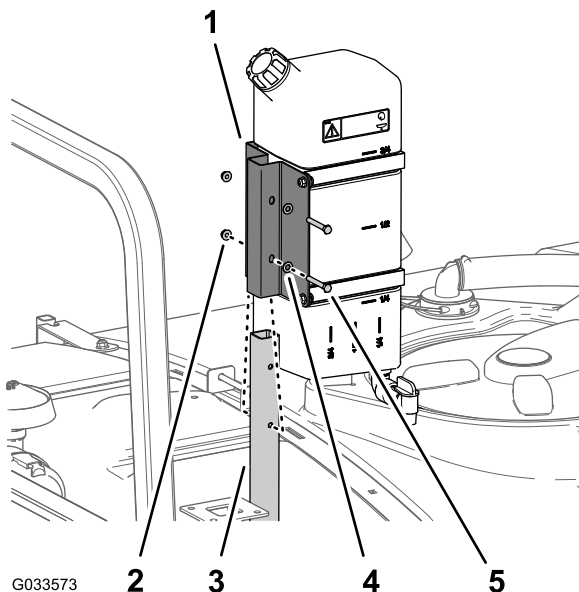

Figura 45
1. Asamblai rezervorul de apă dulce i suportul pe tubul de susinere cu cele 2 uruburi (5/16 x 2 1/4") i cele 2 contrapiulie cu guler (5/16") aa cum este indicat în Figura 45.